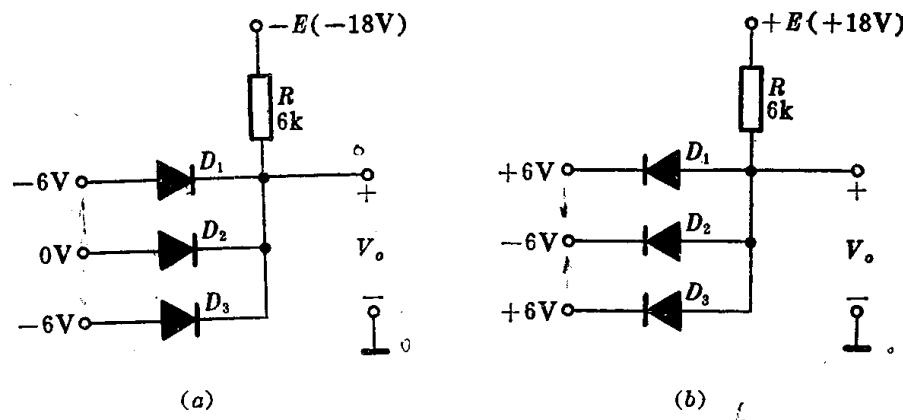

图 1.24
1. 24 由理想二极管组成的电路，如图 1.24(a)和(b)所示。试确定各电路的输出电压  $V_o$ 。